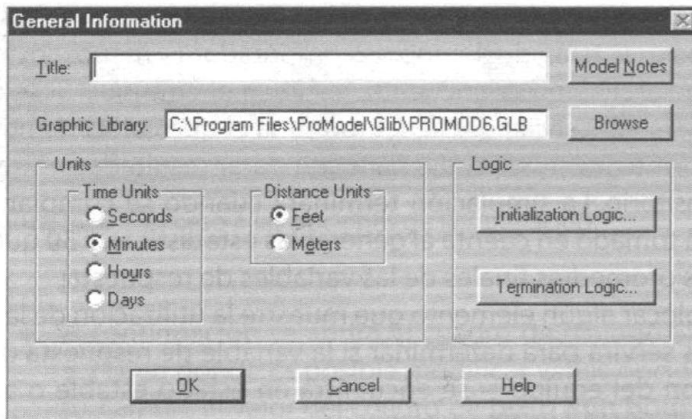

Figura 5.22
- Abra el menú **Build** y elija el comando **General Information**. Enseguida se desplegará en su pantalla el cuadro de diálogo correspondiente (vea la figura 5.22).